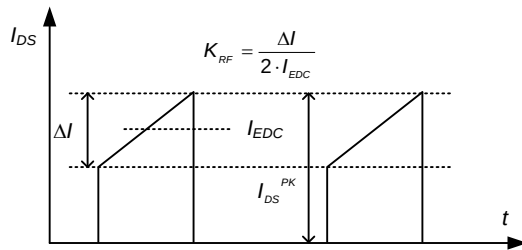

图4. 典型的MOSFET电流波形
- 初级端开关电流的纹波系数: K_{RF} , 如图4中所定义。
- MOSFET电流纹波: ΔI , 如图4所示。